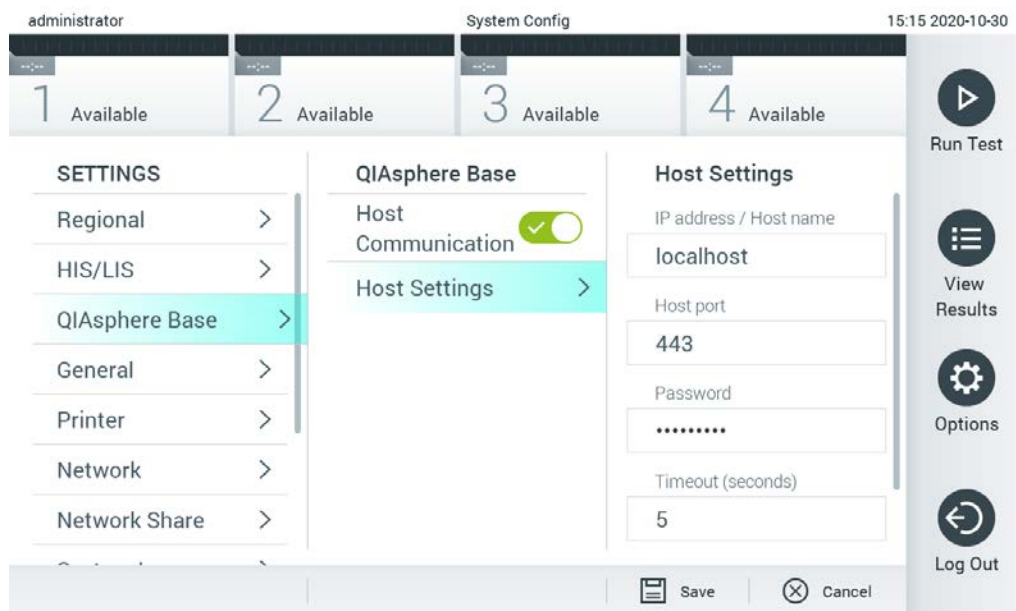

Figura 72. Configurar a ligação ao QIASphere Base.
2. Selecione QIASphere Base a partir da lista Settings (Definições) na coluna esquerda (Figura 72).